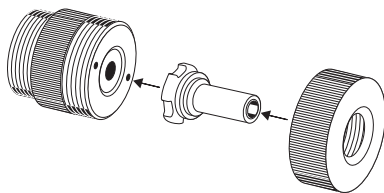

Figure 1
2. Introduire l'expandeur à usage multiple (F) avec la collerette tournée vers la machine dans la tête amovible (E) comme indiqué en figure 1. Visser le collier de serrage (G). Visser la tête amovible dans la machine à emboîture BE32 18 V (fig. 2), et introduire la matrice d'emboîture (H) jusqu'à la butée.